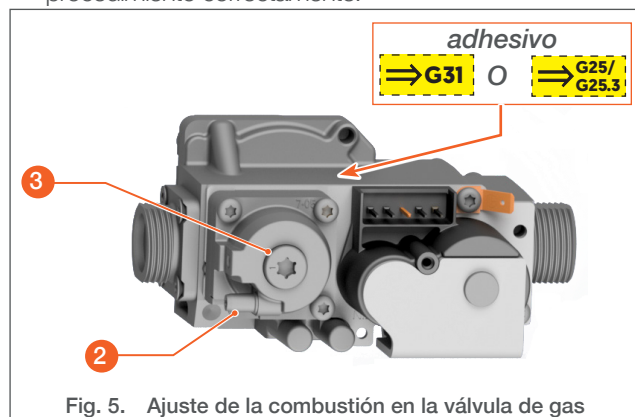

Fig. 5. Ajuste de la combustión en la válvula de gas
- En la válvula de gas (Fig. 5), coloque el adhesivo amarillo que indica que se ha realizado una transformación para el tipo de gas.